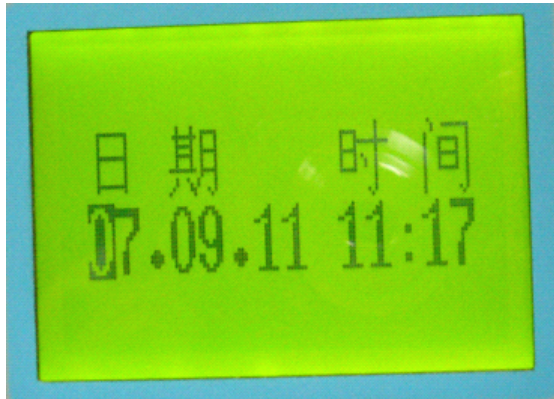

图 7 时钟子菜单界面
(5) 时钟子菜单（见图 7）
时钟子菜单设置修改时钟。使用方法和数据子菜单相同。进入设置时钟界面（图 7）此时液晶显示时钟的日期和时间，按数字键可在反白位置处输入时钟数据，用水平方向键可移动反白框。输入完时钟数据后按确认键即完成时钟的设置，仪器内的时钟开始按输入的数据运行。